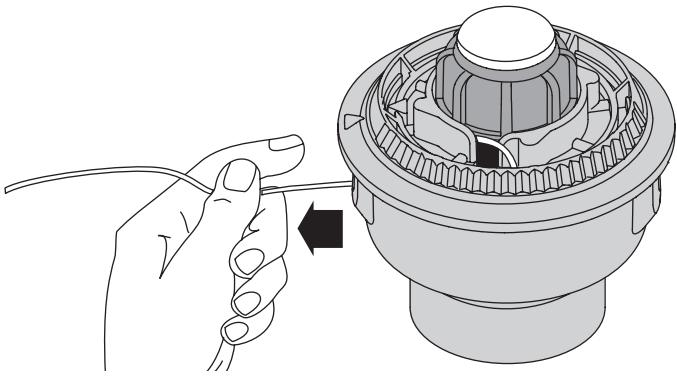

Fig. 20
6. Saque la línea de la bobina exterior hasta que esté tirante contra el carrete interior (Fig. 20).